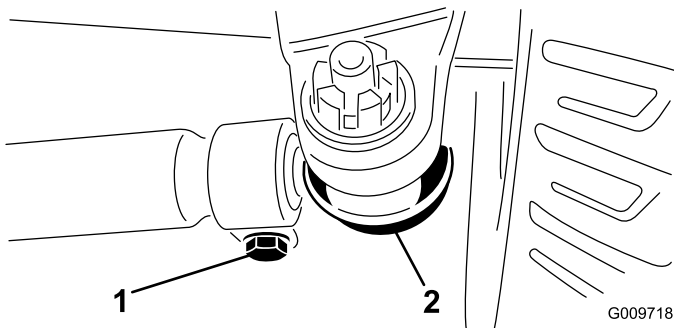

Figure 77
3. Pour le régler le pincement, retirez la goupille fendue et l'écrou de l'une des rotules de biellette (Figure 77).
5. Desserrez les fixations aux deux extrémités des biellettes (Figure 77).